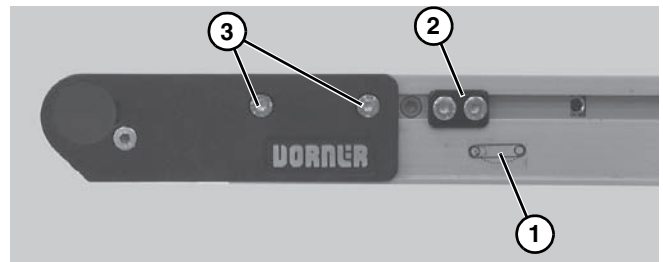

Figure 4
2. Sur l'extrémité de tension du convoyeur, identifié par  une étiquette (**Figure 4, item 1**) : Des deux côtés du convoyeur, desserrez et éloignez les assemblages de centrage des cames (**Figure 4, item 2**) (si fixées) des plaques supérieures, puis desserrez les vis de fixation (**Figure 4, item 3**) et enfoncez l'assemblage formé par les plaques supérieures.
7. Si le convoyeur est équipé d'assemblages de centrage des cames (**Figure 4, item 3**), repositionnez puis ajustez le centrage de la courroie. Reportez-vous à "Conveyor Belt Tracking" on page 13.